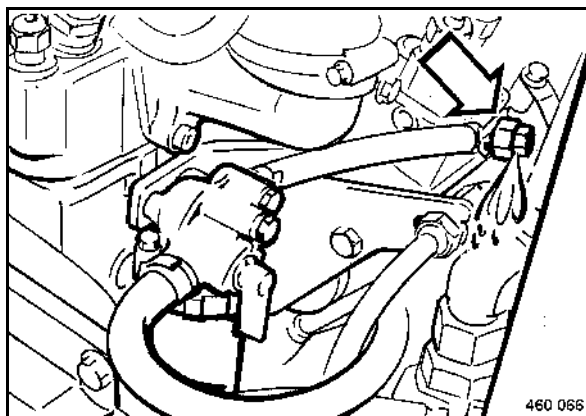

fig. 110
- Dévisser le bouchon de purge (fig. 110) à la pompe d'injection de quelques tours.